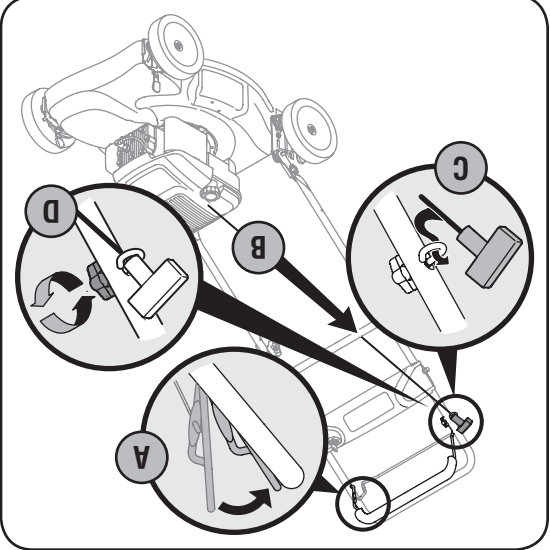

Figure 3-3
3. Installation du guide de la corde. Voir la Figure 3-3.